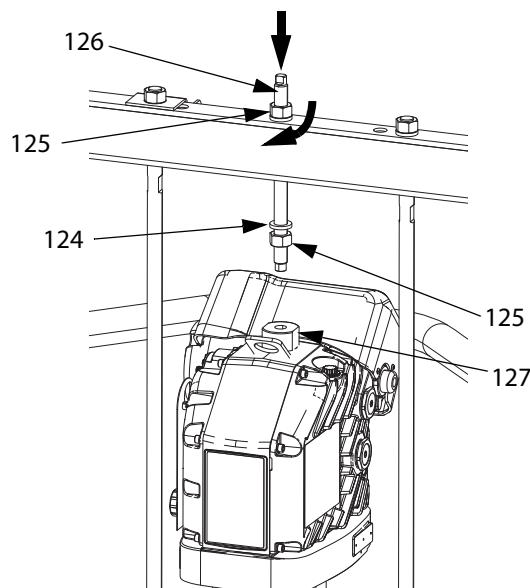

Рис. 42
1. С помощью соответствующего подъемного устройства, вставьте соединительные тяги в поршневой насос (AC) и закрепите привод (AB) на насосе (AC).
- b. Установите резьбовой стержень (126) через центральное отверстие в поперечине. Установите стопорные шайбы (124) и гайки (125) на резьбовой стержень (126), внизу и сверху поперечины. С помощью гаечного ключа удерживайте переходник подъемного кольца (127) и закрутите резьбовой стержень (106) в переходник подъемного кольца (127) с помощью другого ключа. См. Рис. 42.
- c. Затяните гайку (125) под переключателем с максимальным усилием 34 Н•м (25 фут-фунтов).
- d. Затяните гайку (125) над поперечиной, чтобы зафиксировать привод (AB) на месте.